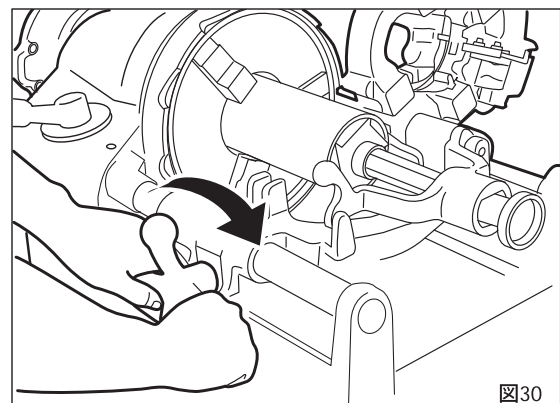

図30
- ④スイッチを入れてパイプを回転させてから送りハンドルでリーマをパイプに押しつけ、パイプが1/2回転以上したらリーマをパイプからはなしてください。これで面取りは完了です。(図30)